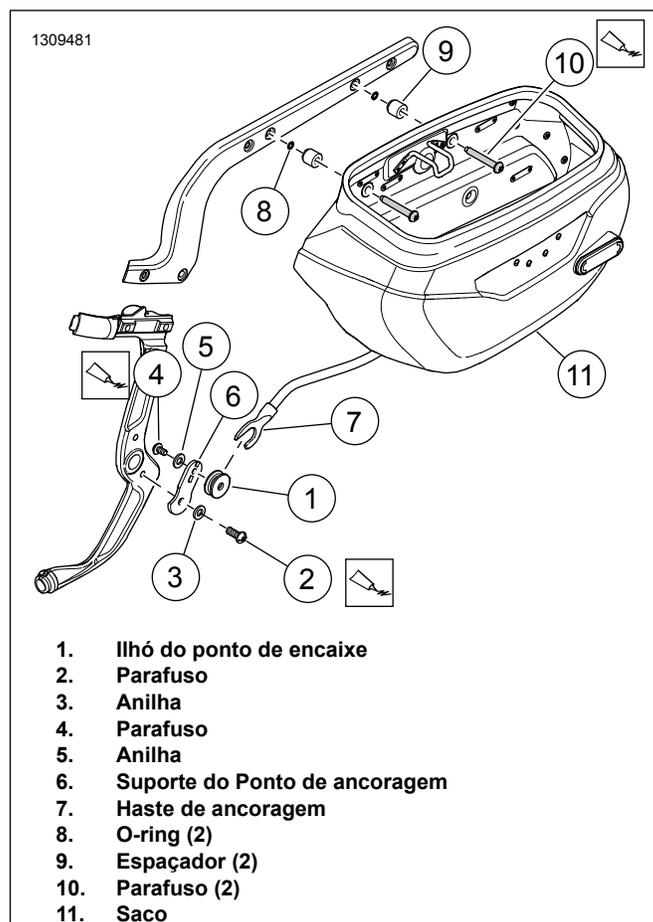

Figura 2. Montagem do saco (lado esquerdo)
1. Ver Figura 2 . Instale o ilhó do ponto de encaixe do lado esquerdo.
- a. Posicione o suporte do ponto de encaixe (6) no quadro.
- b. Instale a anilha (3) sobre o parafuso (2).